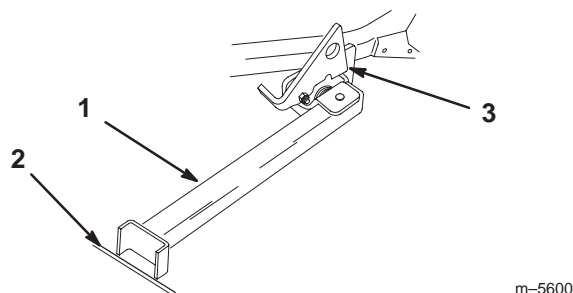

Figure 24
4. Posez le pied du support sur le sol et appuyez le verrou sur la languette de pivot (Fig. 24).
Note: Pour de meilleurs résultats, placez le pied du support dans des anfractuosités du trottoir ou du gazon (Fig. 24).
6. Montez la machine sur le support. Arrêtez-vous quand le verrou retombe sur la languette en position verrouillée (Fig. 24). Lorsque la machine est sur le support, serrez le frein de stationnement. Coupez le moteur.